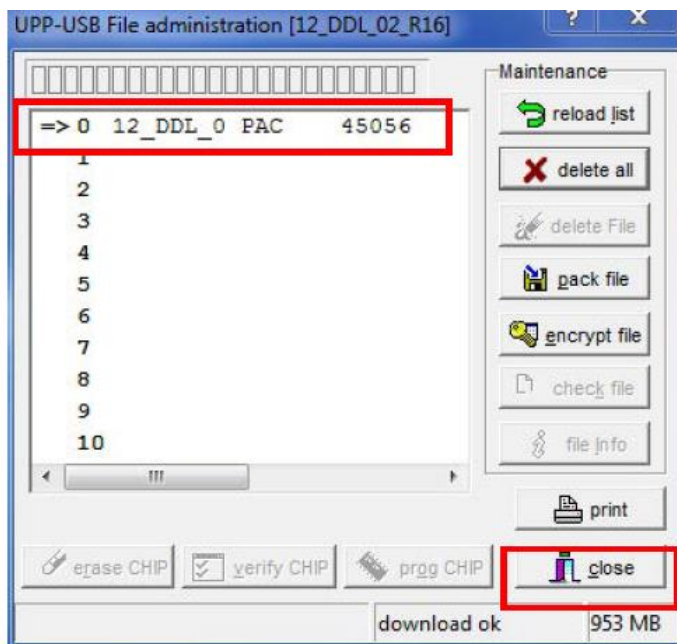

Рисунок 19
2.2.16 После успешной загрузки можно увидеть, какой файл встроенного ПО сохранен в программаторе E-LAB. Завершите процесс, нажав кнопку «close» (рисунок 19).